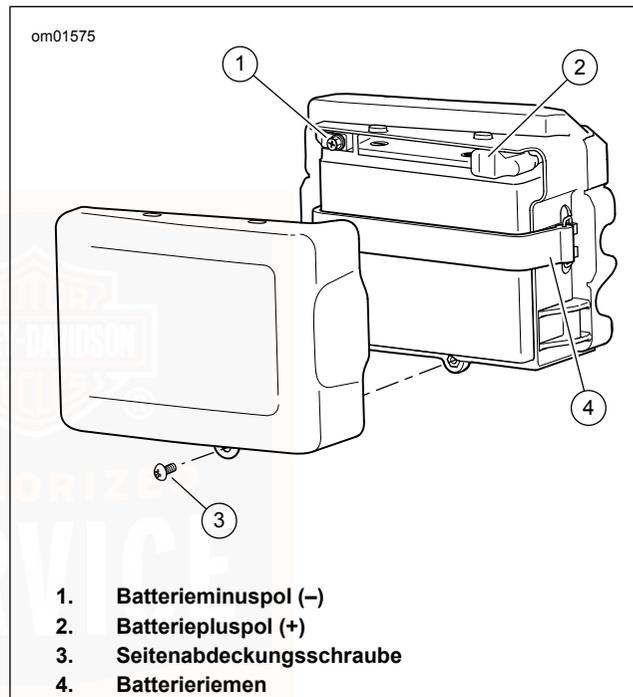

Abbildung 73. Batterie
2. Siehe Abbildung 73. Die Schraube (3) unter der Batterieabdeckung entfernen.
5. Das (schwarze) Batterieminuskabel (-) vom Minuspol der Batterie (1) abklemmen.
6. Das (rote) Batteriepluskabel (+) vom Pluspol der Batterie (2) abklemmen.
7. Den Gummigurt (4) abnehmen und die Batterie aus dem Batteriefach schieben.
9. Siehe Abbildung 73. Die Seitenabdeckungsschraube (3) anbringen. Auf folgendes Drehmoment anziehen: 2,26–4,52 N·m (20–40 **in-lbs**).